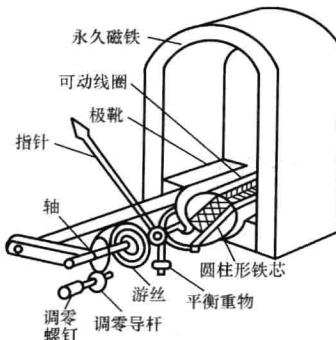

图 1-2 磁电式仪表测量机构
(1) 结构。磁电式仪表的测量机构如图 1-2 所示，主要由固定部分和可动部分组成。固定部分由永久磁铁、极靴和圆柱形铁芯构成。可动部分由绕制在铝框架上的可动线圈、转轴、指针、平衡重物、零位调节器及游丝构成。
(2) 工作原理。可动线圈在蹄形磁铁的内部，当被测电流通过线圈时，线圈受磁场力的作用产生电磁转矩而绕中心轴转动，中心轴带动指针偏转，指针偏转时又带动游丝运动而发生弹性形变。当线圈偏转的电磁转矩与游丝形变的反作用力矩相平衡时，指针便停留在相应的位置，并在面板刻度标尺上指出被测数据。
(3) 作用。磁电式仪表具有准确度高、灵敏度高、刻度均匀等优点，常用于制成直流电流表和直流电压表。